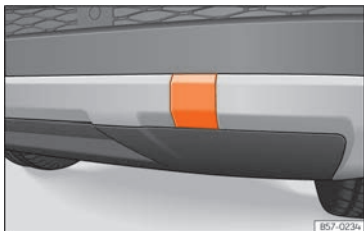

Fig. 103 Sul lato destro del paraurti posteriore: estrarre il coperchio.
L'alloggiamento dell'occhiello di traino avvitabile è situato sul lato destro del paraurti posteriore, dietro a un coperchio »» fig. 103. I veicoli dotati di serie di un dispositivo di traino non dispongono di un alloggiamento per
- Per sbloccarlo, premere sull'area superiore del coperchio »» fig. 103.